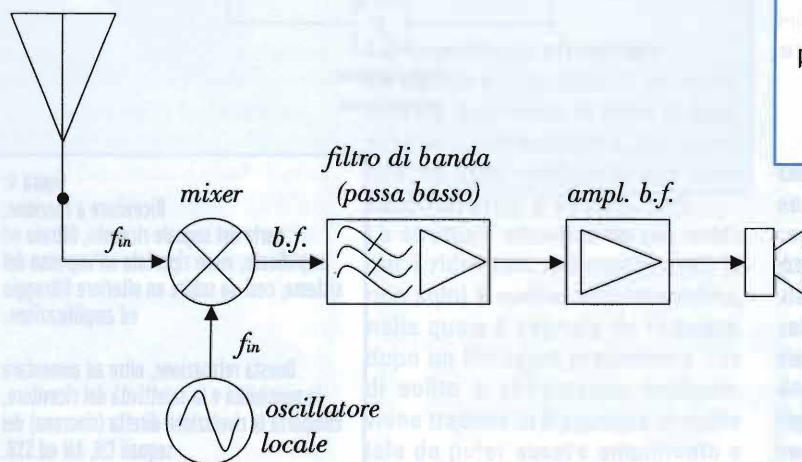

figura 6:
- dulcis in fundo, i ricevitori a conversione diretta propriamente detti (o sincrodina), nei quali il segnale viene convertito direttamente dalla RF alla BF (figura 6), con prestazioni decisamente notevoli sia sotto il profilo della